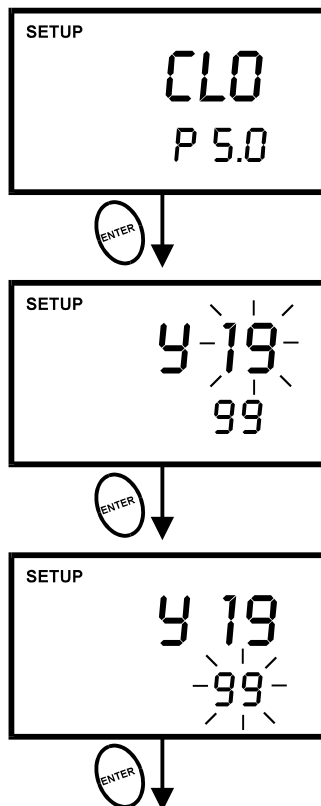

図 30 -P5.0: 西暦の上二桁と下二桁の設定
6. MI/▲または MR/▼キーを押して正確な年を選択してください。図 30 を参照ください。